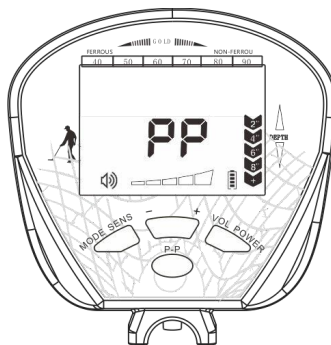

Fig.16
a) Appuyez une fois sur le bouton "P-P", le curseur PP s'allume et clignote. Le détecteur est équilibré et le curseur PP cesse de clignoter. Le curseur d'identification et le curseur numérique s'éteignent, le curseur de profondeur est rempli, le détecteur émet un son léger monofréquence. (Voir Fig.16)